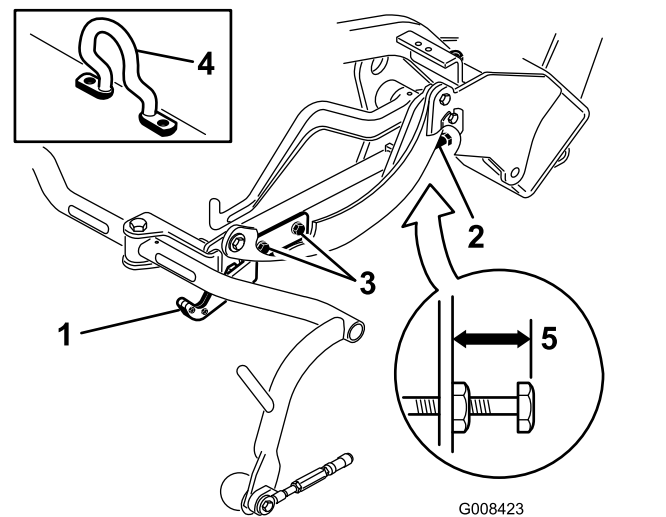
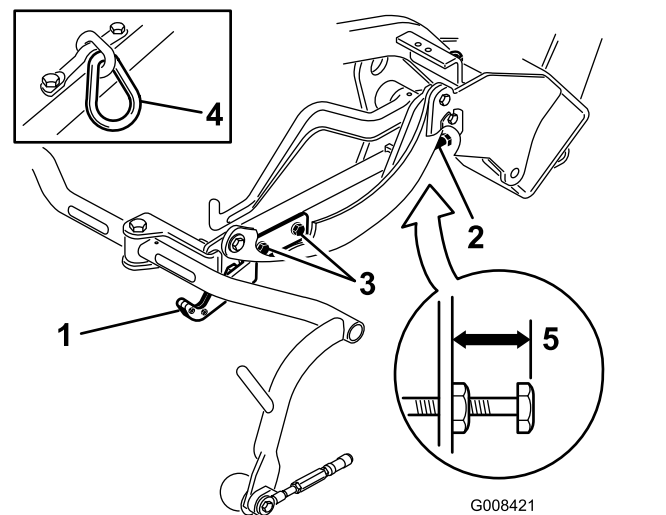
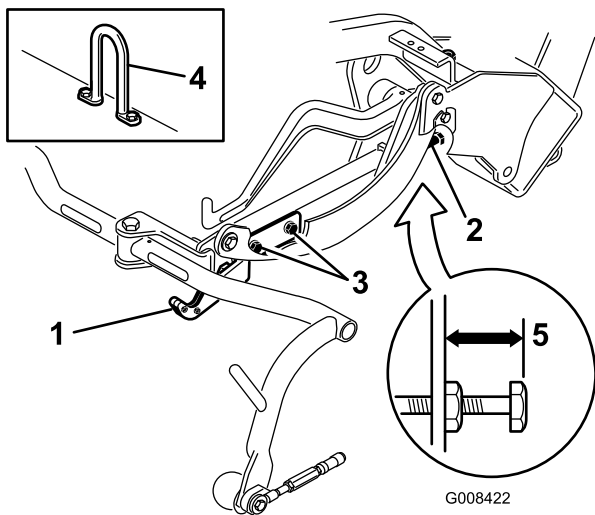

Bild 13
Bild 14
Bild 15
3. An Schneideinheiten, die ein Kettenglied oder einen geraden Hubhaken haben (Bild 14 und Bild 15, Einsätze) müssen Sie darauf achten, dass der Abstand von der Oberkante der Einstellschraube am Trägerrahmen bis zur Rückseite des Trägerrahmens 22 mm beträgt. Sollte der Abstand nicht 22 mm sein, gehen Sie auf Schritt 4. Wenn die Schneideinheit mit einem Versatzhublenker (Bild 13) ausgestattet ist, gehen Sie auf den nächsten Schritt.
Prüfen Sie die Transporthöhe (Bild 14 und Bild 15) und stellen Sie diese ggf. ein.
2. An Schneideinheiten, die einen Versatzhubhaken haben (Bild 13, Einsatz) müssen Sie darauf achten, dass der Abstand von der Oberkante der Einstellschraube am Trägerrahmen bis zur Rückseite des Trägerrahmens 25 mm beträgt. Sollte der Abstand nicht 25 mm sein, gehen Sie auf Schritt 4.
- Lockern Sie die Befestigungsschrauben an der Transportplatte (Bild 14, Bild 15 und Bild 13).
- Wenn die Trägerrahmen nicht dieselbe Höhe aufweisen, lösen Sie die Klemmmutter an der Einstellschraube des Trägerrahmens (Bild 13, Bild 14 und Bild 15). Drehen Sie die Schraube raus, um den Trägerrahmen anzuheben, oder drehen Sie die Schraube rein, um ihn abzusenken. Ziehen Sie die Klemmmutter wieder an, nachdem Sie die korrekte Höhe eingestellt haben.